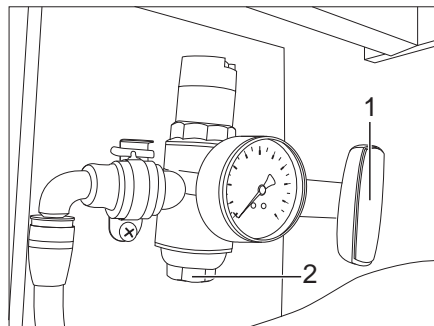

Bild 177 Druckminderer (Hauptsperrhahn geschlossen)
- Schauglas (Bild 177,2) am Druckminderer schließen.
- Hauptsperrhahn am Druckminderer (Bild 177,1) schließen.
- Hauptsperrhahn am Druckminderer (Bild 177,1) öffnen.